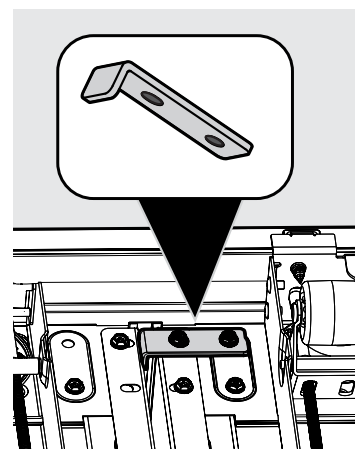

Fig. 8
4. Con el refrigerador todavía boca arriba, use una llave para tuercas de $\frac{5}{16}$ " para retirar dos pernos 4H y ajustar la barra en L 10H (Fig. 8).